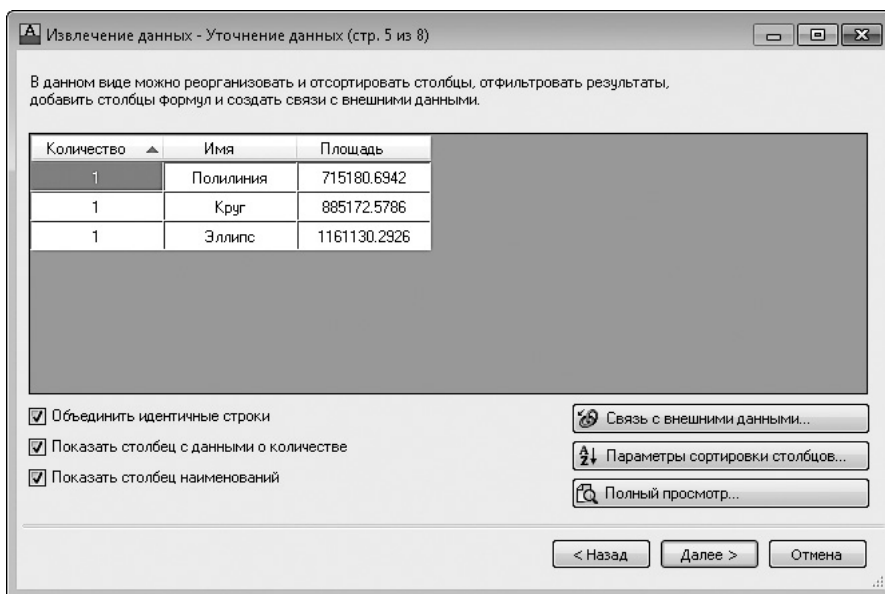

Рис. 4.55. Пятый шаг мастера извлечения данных
7. В пятом окне мастера вы увидите сформированную таблицу (рис. 4.55). Здесь можно упорядочить и отфильтровать данные, добавить вычисляемые поля, создать внешние ссылки (для этого следует нажать кнопку **Связь с внешними данными**, что приведет к открытию одноименного окна). Выполнив необходимые настройки, нажмите кнопку **Далее**.